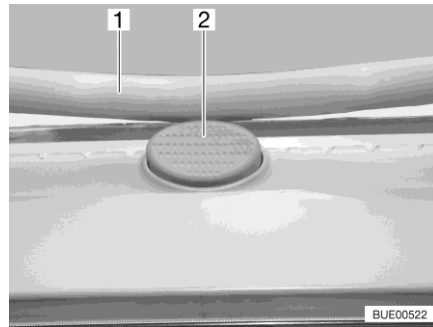

Bild 20 Sicherungsknopf (Heki-Dachhaube)
- Den Sicherungsknopf (Bild 20,2) drücken und den Bügel (Bild 20,1) mit beiden Händen nach unten ziehen.
- Den Bügel mit beiden Händen nach oben drücken, bis der Bügel oberhalb des Sicherungsknopfes (Bild 20,2) liegt.